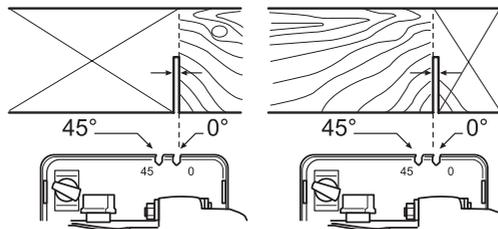

Fig. 9
1. Corte en la dirección de la veta de la madera en la medida de lo posible para evitar que se atasque la hoja de sierra (18) y se rompan los bordes.
2. Al cortar a lo largo de las líneas de corte marcadas, tenga en cuenta el borde de corte. No corte directamente sobre la línea, sino junto a ella (Fig. 9).